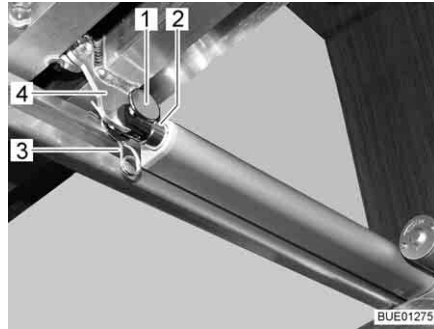

Bild 104 Antrieb
- Verbindung (z. B. Stift und Federstecker (Bild 104,1 und 3)) zwischen Schubstange (Bild 104,2) und Lattenrost (Bild 104,4) trennen.